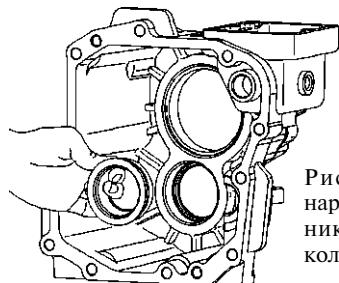

Рис. 6.43. Установка наружного кольца подшипника и регулировочного кольца
5. Установите наружное кольцо (рис. 6.43) и подобранные регулировочные кольца в седло конического подшипника промежуточного вала в заднем картере коробки передач.